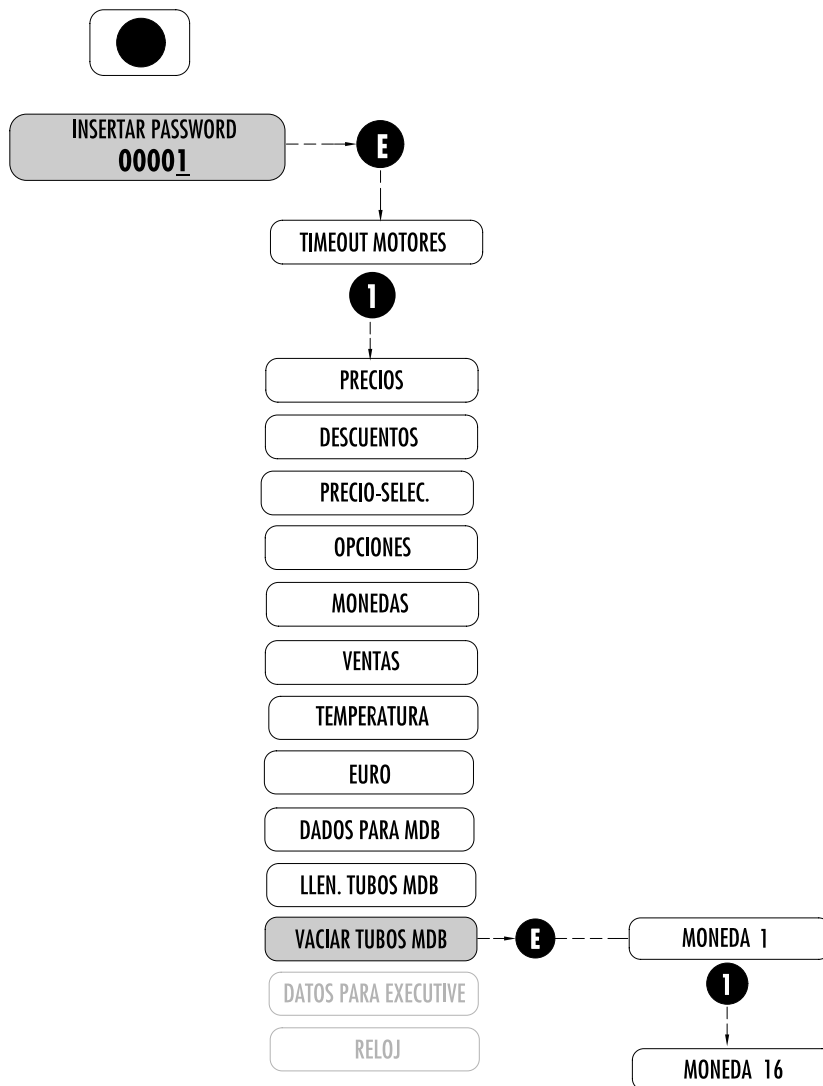

Fig. 7.15
7.2.12 VACIAR TUBOS MDB (Fig. 7.15)